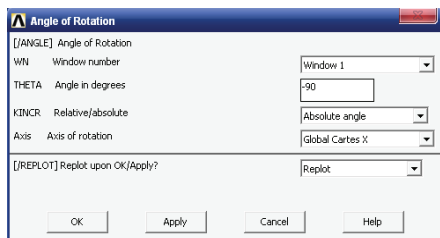

图 2-52 旋转角度设置对话框
3) 选择 Utility Menu | PlotCtrls | View Settings | Angle of Rotation 命令, 出现 Angle of Rotation 对话框, 在 THETA Angle in degrees 输入栏中输入 -90, 在 Axis Axis of rotation 下拉菜单中选择 Global Cartes X, 其余选项采用默认设置, 如图 2-52 所示, 单击 OK 按钮关闭该对话框。